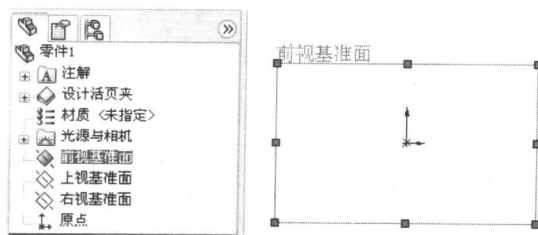

图 1-1 前视基准面
(1) 启动 SolidWorks 2007, 选择菜单命令“文件”|“新建”, 或单击“新建”工具按钮, 创建一个新的零件文件。
(2) 选取基准面。在特征管理器中选择“前视基准面”, 此时特征管理器中的“前视基准面”被选中, 绘图区出现一个绿色的基准平面, 如图 1-1 所示。